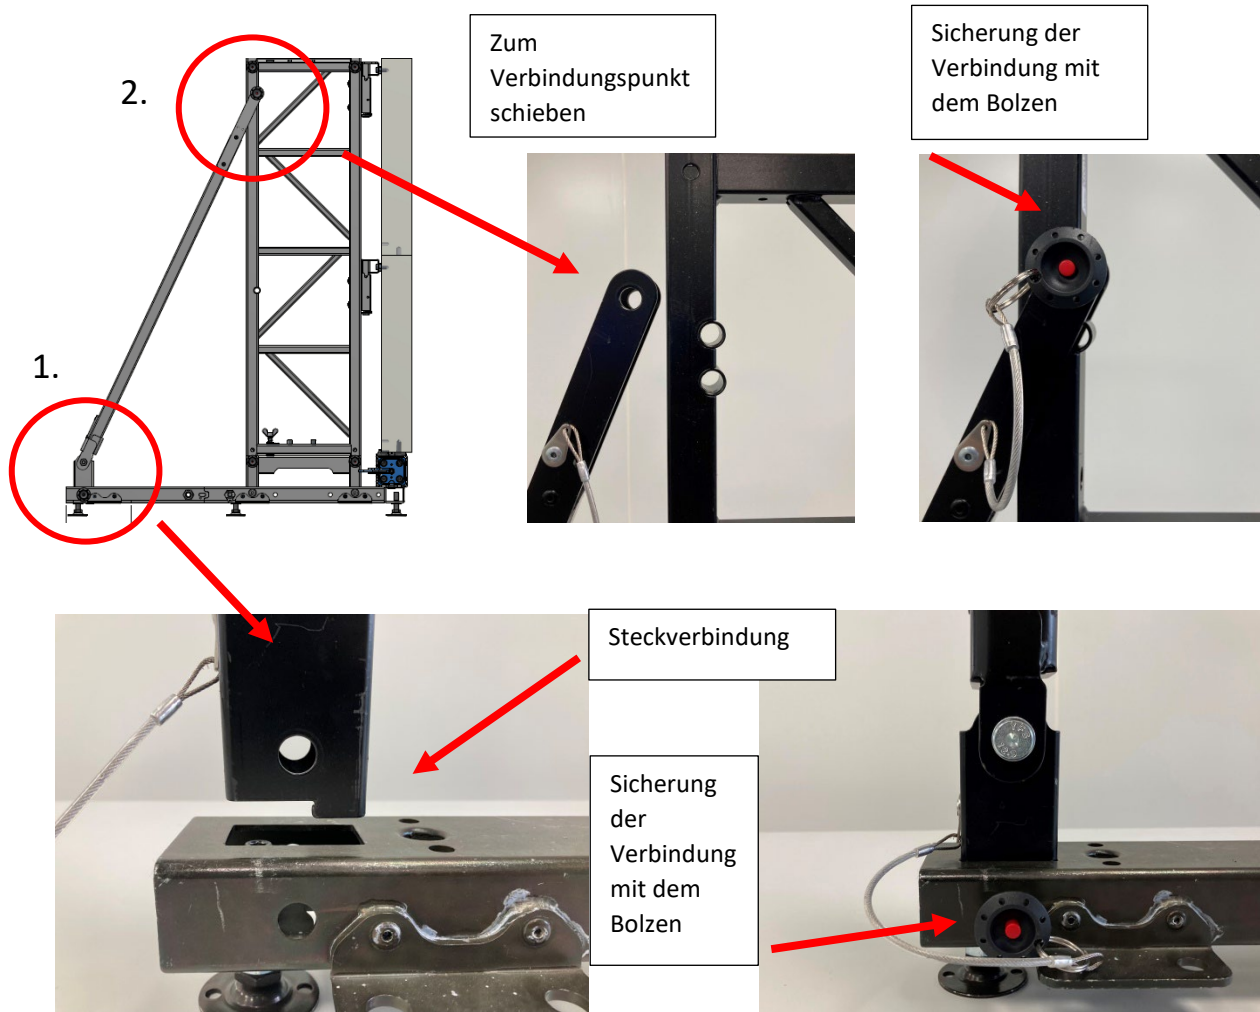

Abbildung 27 Montage der DIAGONAL am STACKER
Klappen Sie nun den oberen Teil der DIAGONAL in Richtung STACKER, bis die Gabelöffnung über den Stacker gleitet und mit dem montierten Bolzen gesichert werden kann. Achten Sie darauf, dass die Bolzen sicher und passgenau sitzen und so gesichert sind, dass sie sich nicht lösen. Abbildung 27
Schritt 8: Bauen Sie die dritte und vierte Reihe wie beim Standard-Stacking-System auf. Montieren Sie die NoBase-Diagonale bei Verwendung der Aufbauvariante 2, wie es auch beim Standard-Stacking vorgesehen ist und in Abbildung 27 gezeigt wird.